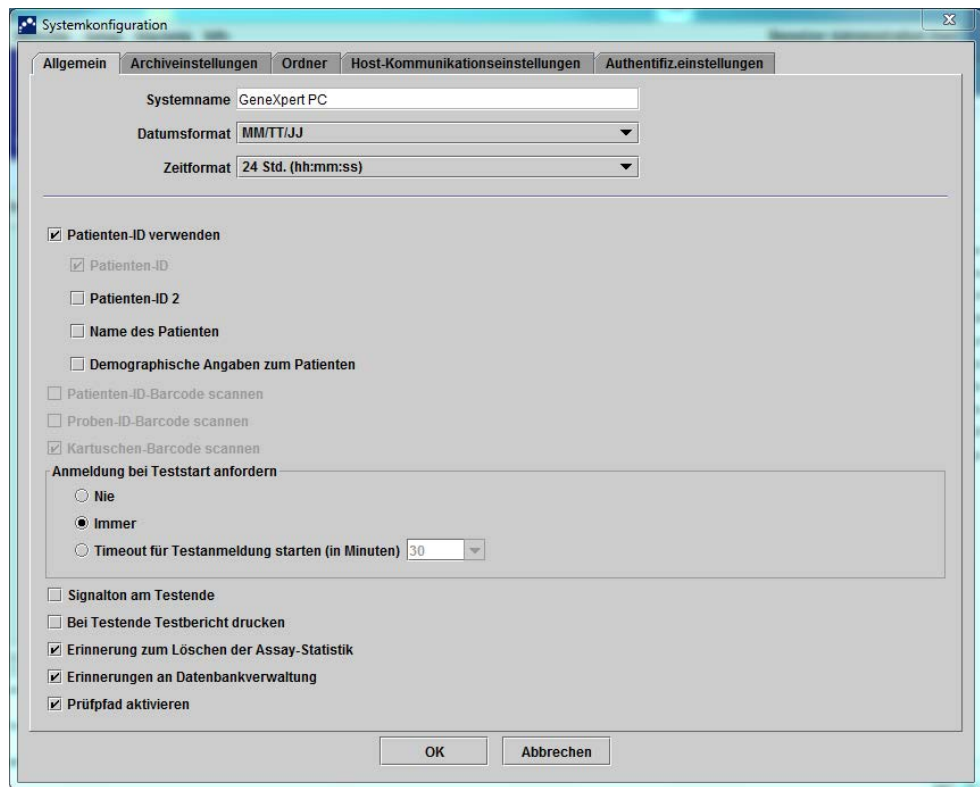

Abbildung 2-77. Dialogfeld „Systemkonfiguration“ (Registerkarte „Allgemein“)
1. Klicken Sie auf dem GeneXpert Dx System-Fenster (vgl. Abbildung 2-55) in der Menüleiste auf **Setup** und anschließend auf **Systemkonfiguration**. Das Dialogfeld „Systemkonfiguration“ und die Registerkarte **Allgemein** werden angezeigt. Siehe Abbildung 2-77.